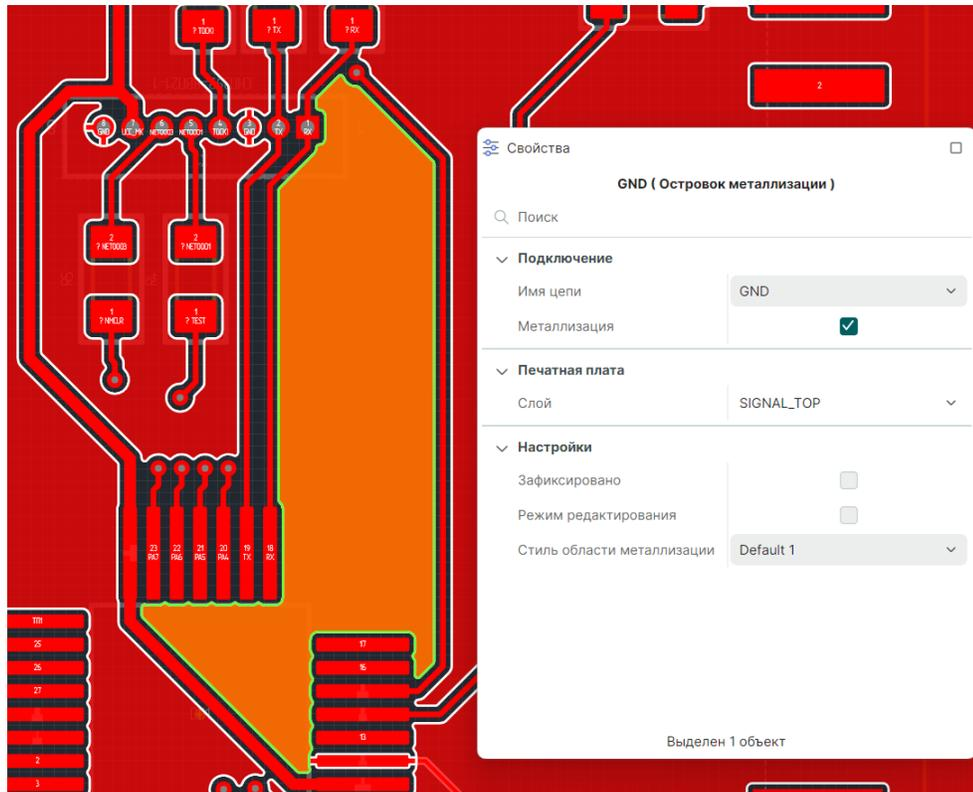

Рис. 460 Выделение островка области металлизации
1. Выделите островок металлизации, геометрию которого требуется изменить, см. Рис. 460.